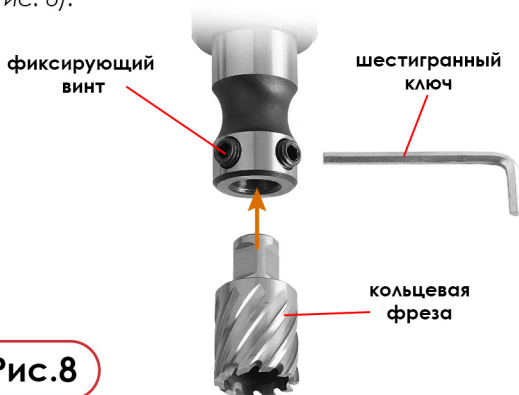

Рис.8
2. Используя шестигранный ключ (входит в комплект поставки) закрепите коронку в патроне адаптера (Рис. 8).